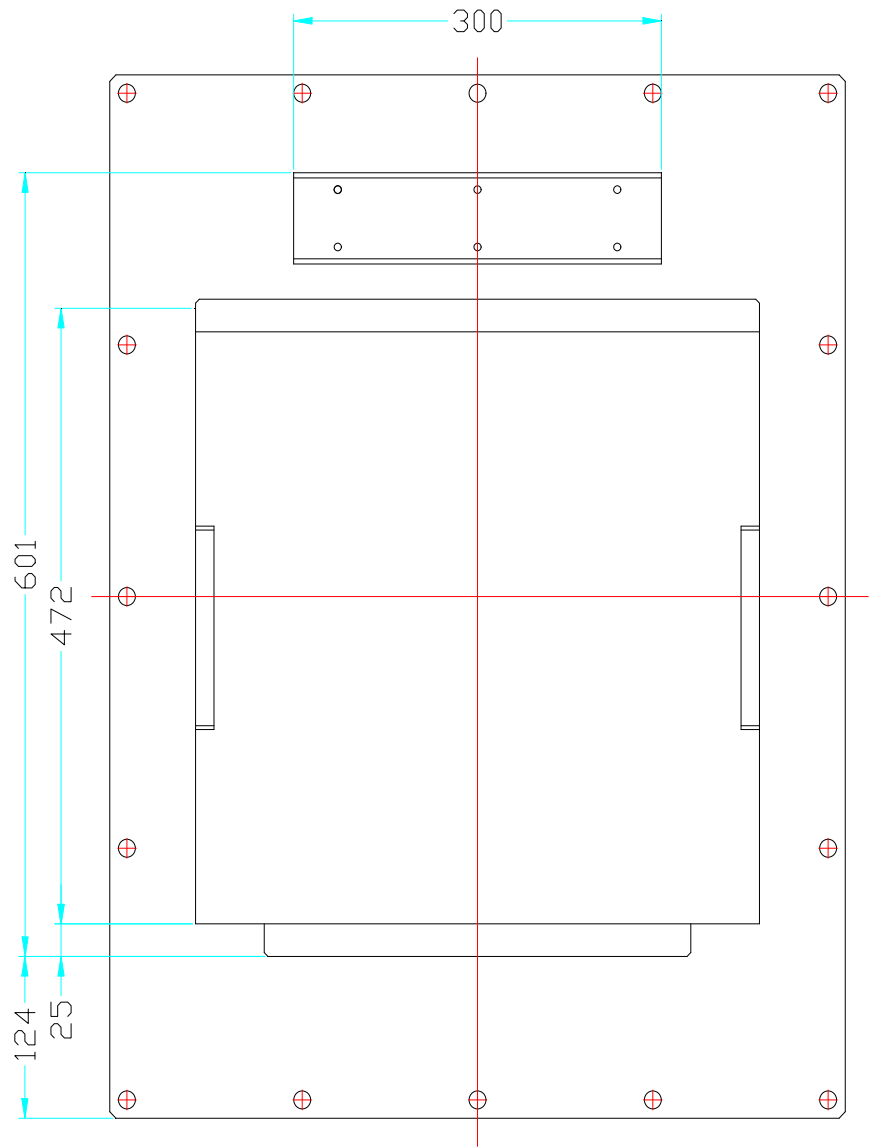

图 2-32 液冷尺寸底部标记图【IMS-PV6-4180~4220A】
- 1、安装空间要求如图 2-32、2-33、2-34 所示，需保证驱动器有足够的散热空间。预留空间时请考虑柜内其它器件的散热情况。